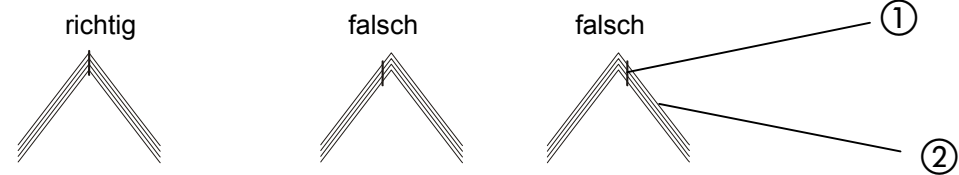

Abb. 15
Die Zentrierteile werden nur bei einer Sattelheftung eingesetzt. Sie dienen der exakten Positionierung der Haftklammer ① in der Falzmitte der Bögen ② (- vgl. Abb. 15 -)